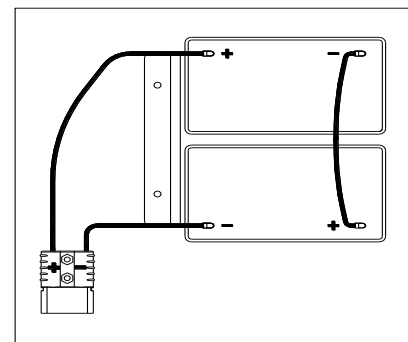

Figure 3
La machine nécessite deux batteries de 12V, connectées selon la Figure 3.
- Ouvrir le couvercle du réservoir de récupération (4) et vérifier si le réservoir de récupération (3) est vide; sinon, le vider avec le tuyau de vidange (15).
- Fermer le couvercle du réservoir de récupération (4).
- Basculer le réservoir de récupération (3) avec précaution.
- Installer le câble de la batterie comme indiqué dans (Figure 3), puis serrer soigneusement l'écrou sur chaque borne de la batterie.
- Abaisser avec précaution le réservoir de récupération (3).